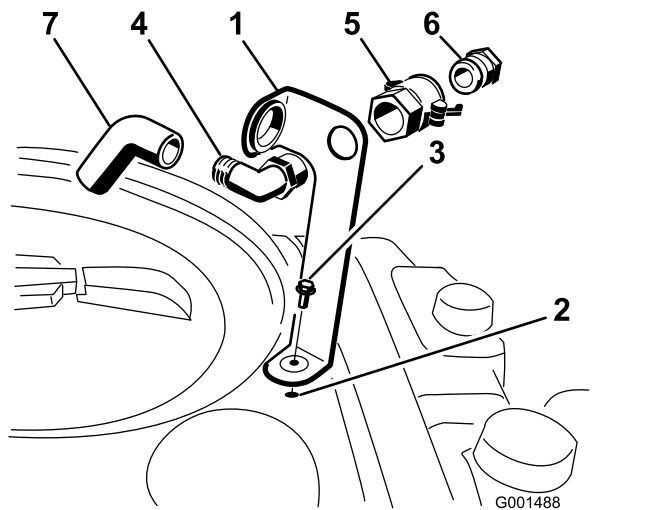

Figura 3
com um parafuso de cabeça flangeada (5/16 x 3/4 pol.), como se mostra na Figura 3.
2. Coloque a parte roscada da ligação de cotovelo de 90° no suporte e aparafuse o acoplador rápido, fixando-o ao suporte (Figura 3).
3. Instale o adaptador da tubagem no acoplador rápido (Figura 3).
4. Bloqueie o adaptador na posição correcta, girando as alavancas em direcção ao adaptador, e depois fixe-as com os pernos de gancho (Figura 3).
5. Coloque o tubo antissifão pela abertura larga no suporte e pela extremidade dentada da ligação de cotovelo de 90° (Figura 3).